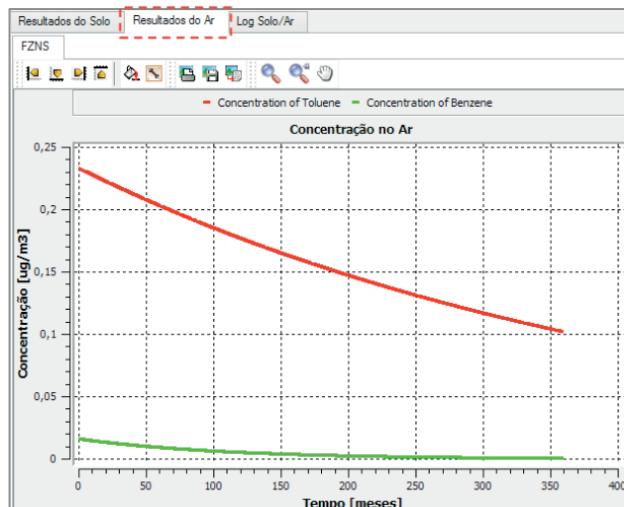

Figura 2.184 Exemplificação Resultados do ar.
- Resultados do Ar: gráfico com as concentrações das substâncias químicas no ar ao longo do tempo resultante do processo de volatilização, calculadas pelo modelo de caixa (*Box Model*) (Figura 2.184).